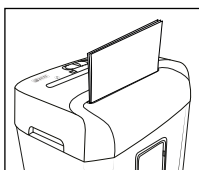

Fig. 3
Indfør papiret ovenfra i højformat midt i skæreeåbningen til papir ❹ (se fig. 3). Produktet starter automatisk og standser igen automatisk, når der ikke indføres mere papir.